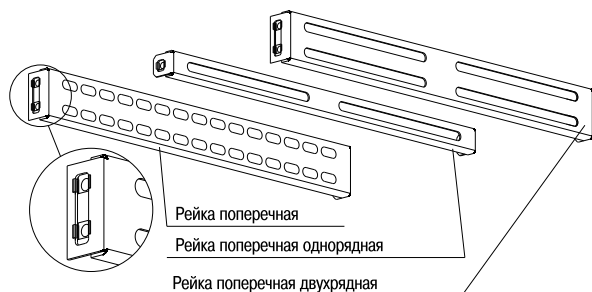

Рисунок 19
9.1 Вставьте по две кузовные гайки в каждый паз на боковых поверхностях Рейки поперечной, Рейки поперечной двухрядной и по одной кузовной гайке в каждый паз на боковой поверхности Рейки поперечной однорядной (рисунок 19).